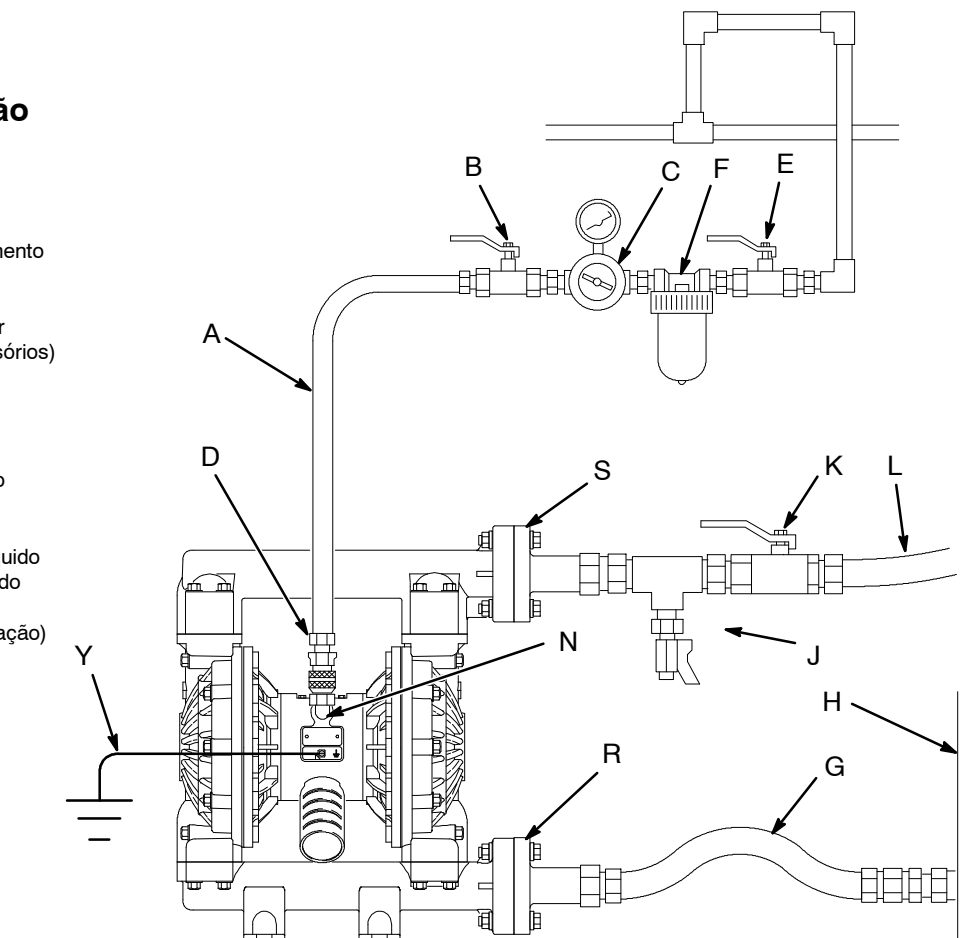

Fig. 2
- A instalação típica demonstrada na Fig. 2 é apenas um guia para a seleção e instalação de componentes do sistema. Contacte o seu distribuidor da Graco ou o Apoio Técnico da Graco (ver verso) para a assistência no planeamento de um sistema adequado às suas necessidades.
O sangramento da válvula principal de ar (B) é necessário no seu sistema para aliviar o ar retido entre esta válvula e bomba. O ar preso pode causar alteração do ciclo de forma inesperada, o que pode resultar em ferimentos graves, incluindo respingos nos olhos ou na pele, lesões de partes móveis, ou contaminação por líquidos perigosos. Ver Fig. 2.
1. Instale os acessórios da linha de ar como mostrado na Fig. 2. Monte estes acessórios na parede ou num suporte. Certifique-se que a linha de ar que fornece os acessórios é eletricamente condutora.
- a. Instale um regulador de ar (C) e calibre para controlar a pressão do líquido. A pressão de saída do líquido vai ser a mesma que a configurada no regulador de ar.
- b. Localize uma válvula principal de ar de sangramento (B) perto da bomba e use-a para aliviar o ar preso. Ver **ADVERTÊNCIA** à esquerda. Localize a outra da válvula de ar principal (E) a montante de todos os acessórios da linha de ar e use-a para os isolar durante a limpeza e reparação.
- c. O filtro da linha de ar (F) remove a sujeira e humidade nociva do fornecimento de ar comprimido.
2. Instale um condutor de eletricidade, a mangueira de ar flexível (A) entre os acessórios e a bomba de ar de entrada (N) 1/2 npt (f). Ver Fig. 2. Utilize uma mangueira de ar de, no mínimo, 1/2" (13 mm) de ID.
3. Aparafuse um engate de linha de ar de desconexão rápida (D) sobre a extremidade da mangueira de ar (A), verifique se o engate de portabilidade é suficientemente grande para não limitar o fluxo de ar, o que irá afetar o desempenho da bomba. Enrosque confortavelmente a união de engate na entrada de ar da bomba. Não ligue o engate (D) à instalação até que a bomba esteja pronta para funcionar.
LEGENDA PARA FIG. 2
Uma válvula de drenagem de líquido (J) é necessária para aliviar a pressão na mangueira flexível, caso esta seja ligada. A válvula de drenagem reduz o risco de ferimentos graves, incluindo respingos nos olhos ou na pele, ou contaminação por líquidos perigosos quando a pressão é aliviada. Instale uma válvula junto à saída de líquido da bomba. Ver Fig. 2.
1. A saída de líquido da bomba (S) é uma flange de face com rebordo de 1-1/2 pol. Consulte **Ligações da Flange** na página 9.
2. Instale uma válvula de drenagem de líquido(J) perto da saída de líquido. Ver **ADVERTÊNCIA** em cima.
3. Instale uma válvula de fecho (K) na linha de saída de líquido.